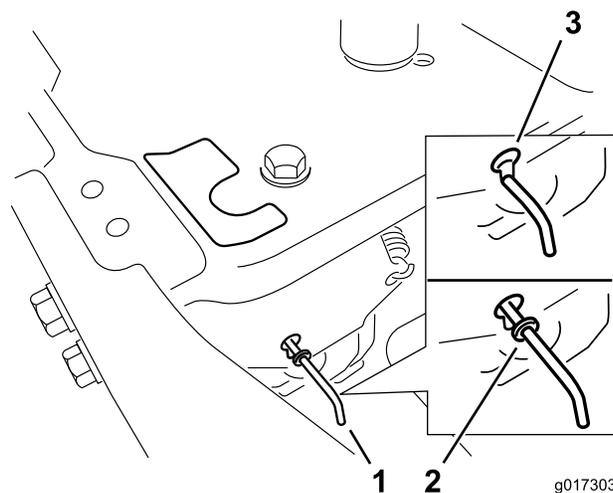

Bild 21
4. Schieben Sie die Bypasshebel nach vorne durch das Schlüsselloch und nach unten, um sie zu arretieren (Bild 21).
Schieben Sie die Bypasshebel nach hinten durch das Schlüsselloch und nach unten, um sie zu arretieren, wie in Bild 21 dargestellt.